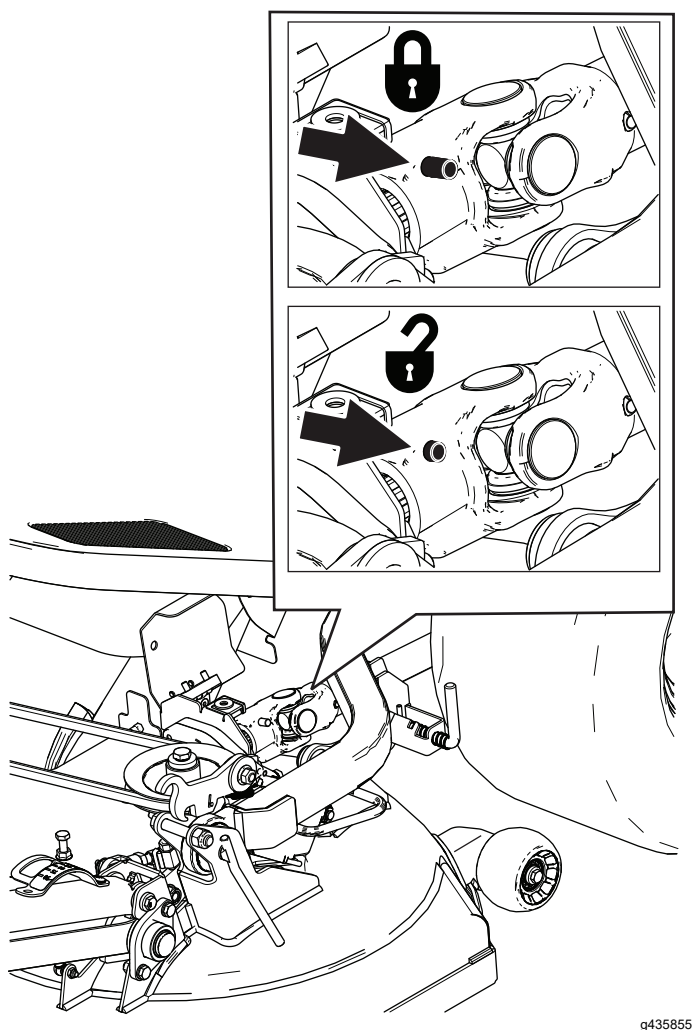

Figure 91
- Tournez la fixation quart-de-tour et ouvrez le couvercle du cardan sur le protège-courroie (Figure 91).
2. Détachez l'extrémité avant de l'arbre de transmission du boîtier d'engrenages de l'unité de coupe en appuyant sur la goupille rappelée par ressort, puis en tirant l'extrémité de l'arbre en arrière (Figure 91).
3. Relâchez la goupille rappelée par ressort et vérifiez que le cardan de l'arbre de transmission est verrouillé dans le boîtier d'engrenages de l'unité de coupe ; voir Figure 91.